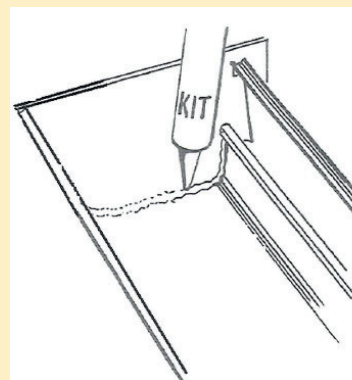

Abb. 10
1.19 Dichten Sie die Innenseite der Rinne und Seitenkappen mit Silikon (c) ab. Abb.: 10